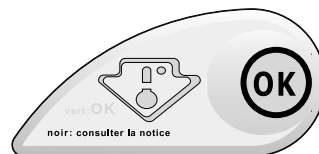

Afb.1
- De koelkast is voorzien van praktische, uitneembare rekken (afb.1) die in hoogte versteld kunnen worden dankzij de gleuven. Het is dus mogelijk ook hoge containers en voedsel van grote afmetingen te plaatsen.